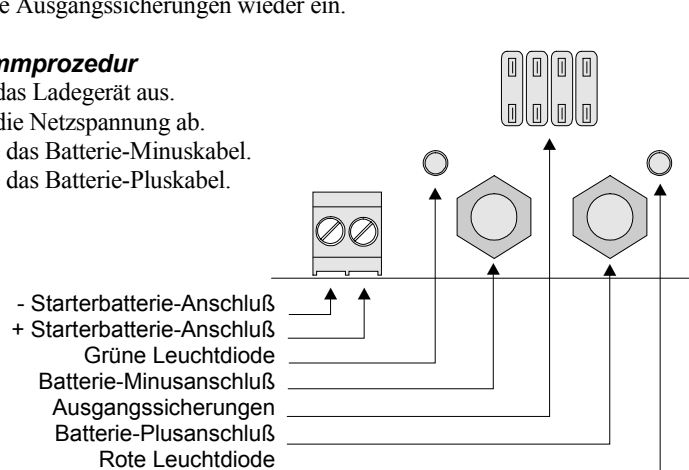

Abbildung 3.
- Entfernen Sie alle Ausgangssicherungen, wenn solche vorhanden sind; siehe Abbildung 3.
- Schließen Sie das Batterie-Pluskabel (+) an den Batterie-Plusanschluß auf der Platine an; siehe Abbildung 3.
- Schließen Sie das Batterie-Minuskabel (-) an den Batterie-Minusanschluß auf der Platine an; siehe Abbildung 3.
- Kontrollieren Sie, ob die grüne Leuchtdiode aufleuchtet; siehe Abbildung 3. Wenn die rote Leuchtdiode aufleuchtet, vertauschen Sie bitte Plus- und Minuskabel der Batterie.
- Schließen Sie den Batterie-Pluspol (+) auf der rechten Seite des Starterbatterie-Anschlusses an; siehe Abbildung 3.
- Schließen Sie den Batterie-Minuspol (-) auf der linken Seite des Starterbatterie-Anschlusses an; siehe Abbildung 3.